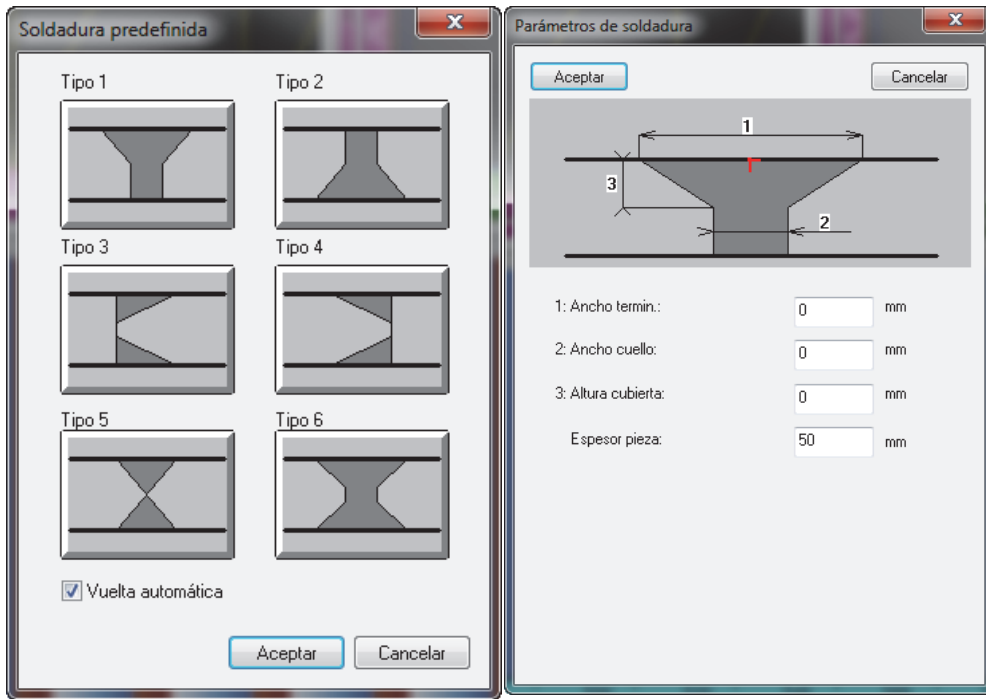

Figura 4-27 Cuadros de diálogo Soldadura predefinida y Parámetros de soldadura (para tipo 1)
- a) En el cuadro de diálogo **Soldadura predefinida**, haga clic en el tipo de soldadura apropiada para abrir el cuadro de diálogo **Parámetros de soldadura** (ver Figura 4-27 en la página 134).